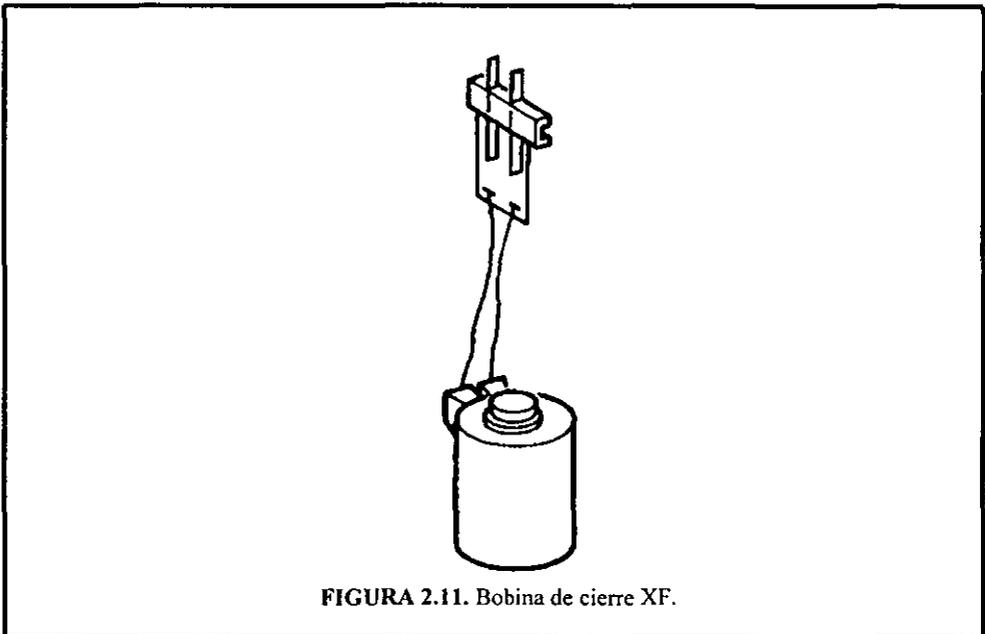

FIGURA 2.11. Bobina de cierre XF.
**Bobina de cierre XF**.- Esta bobina sirve para realizar cierres a distancia o locales por medio de un botón momentáneo cuando el mando está armado. También junto con otros dispositivos, los cierres se pueden realizar automáticamente. Puede alimentarse permanentemente y realizar una función de antibombeo, la bobina de cierre XF se muestra en la figura 2.11.